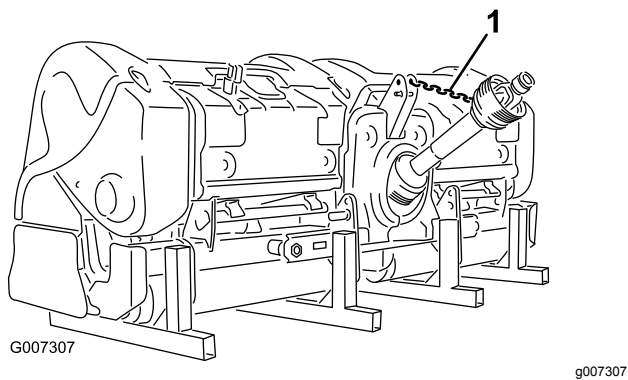

图45
12. 将PTO 系锁连接到 PTO 护罩上以防止 PTO 轴接触地面 图45。